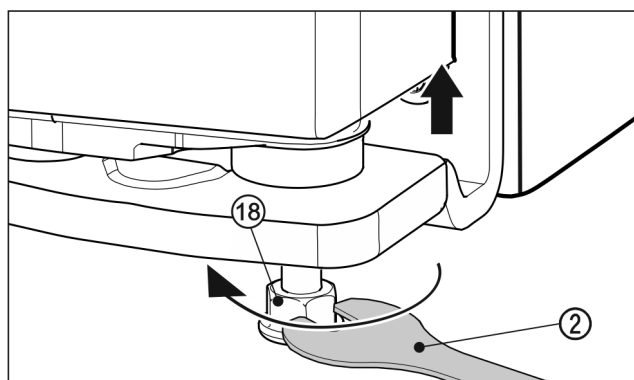

Fig. 26
- Pour soulever la porte, dévisser le pied réglable Fig. 26 (18) avec la clé à molette Fig. 26 (2) fournie en le tournant dans le sens des aiguilles d'une montre jusqu'à ce qu'il touche le sol. Continuer ensuite à tourner jusqu'à ce que la porte soit réglée en hauteur. À la livraison, le support de palier est vissé à fond.